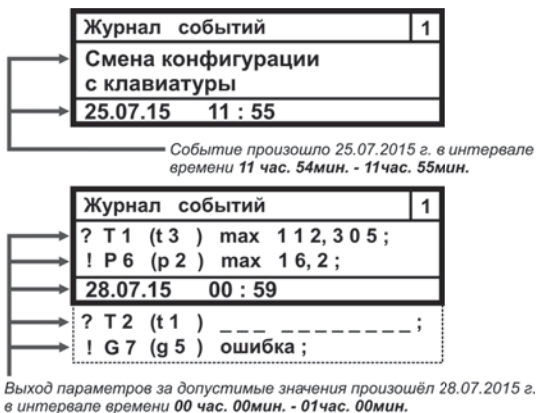

Рисунок 3.7 – Пример отображения записей НС в журнал событий
- нажав кнопку **ВВОД** войти в меню **Журнал событий**, рисунок 3.7. Кнопками **◀**, **▶** выбрать интересующие интервалы вре-